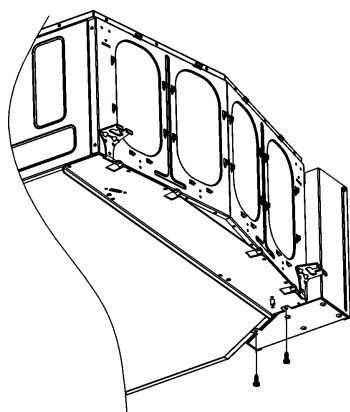

Fig. 27. Retirer les vis au bas du coffret
1. Retirer les deux vis situées au bas du coffret (cf. fig. 27).